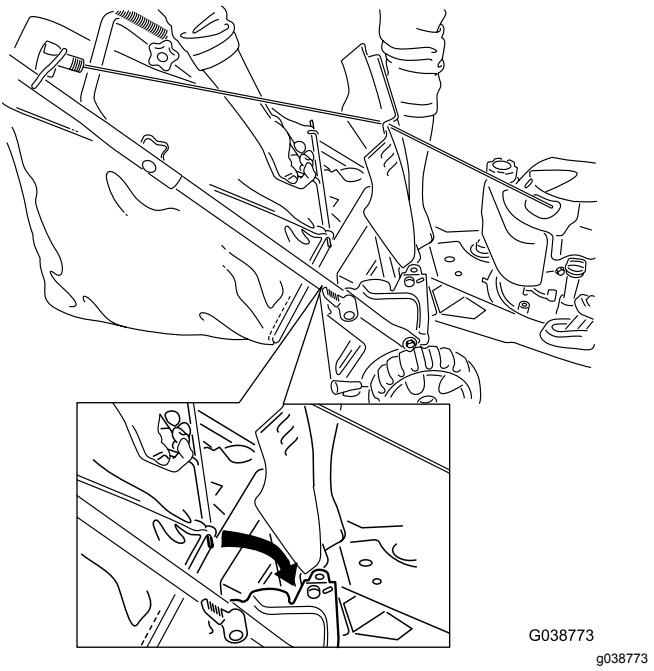

Bild 21
2. Halten Sie das Heckablenklech hoch, setzen Sie den Fangkorb in die Kerben ein und senken das Heckablenklech ab (Bild 21).